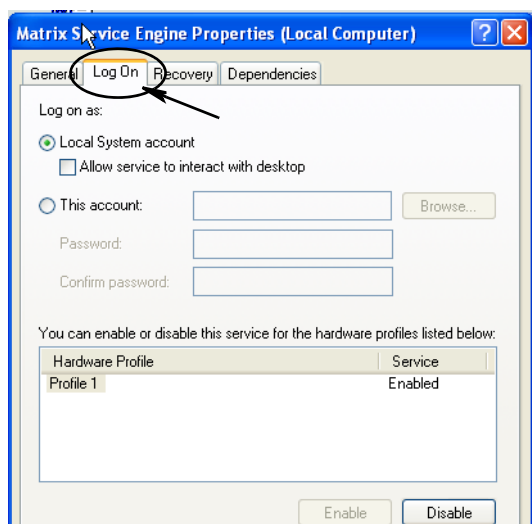

FIG. 57
- e. Seleccione la pestaña Iniciar sesión (FIG. 57).